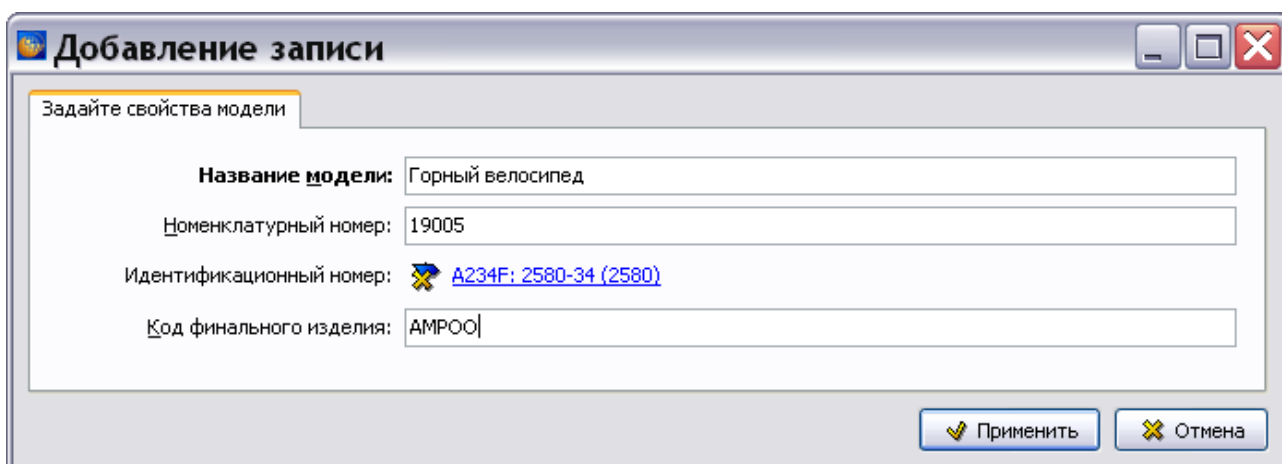

Рис. 17.12
13. Нажмите на кнопку **Применить**. После этого произойдет возврат в окно **Добавление записи** для свойств модели (Рис. 17.12).